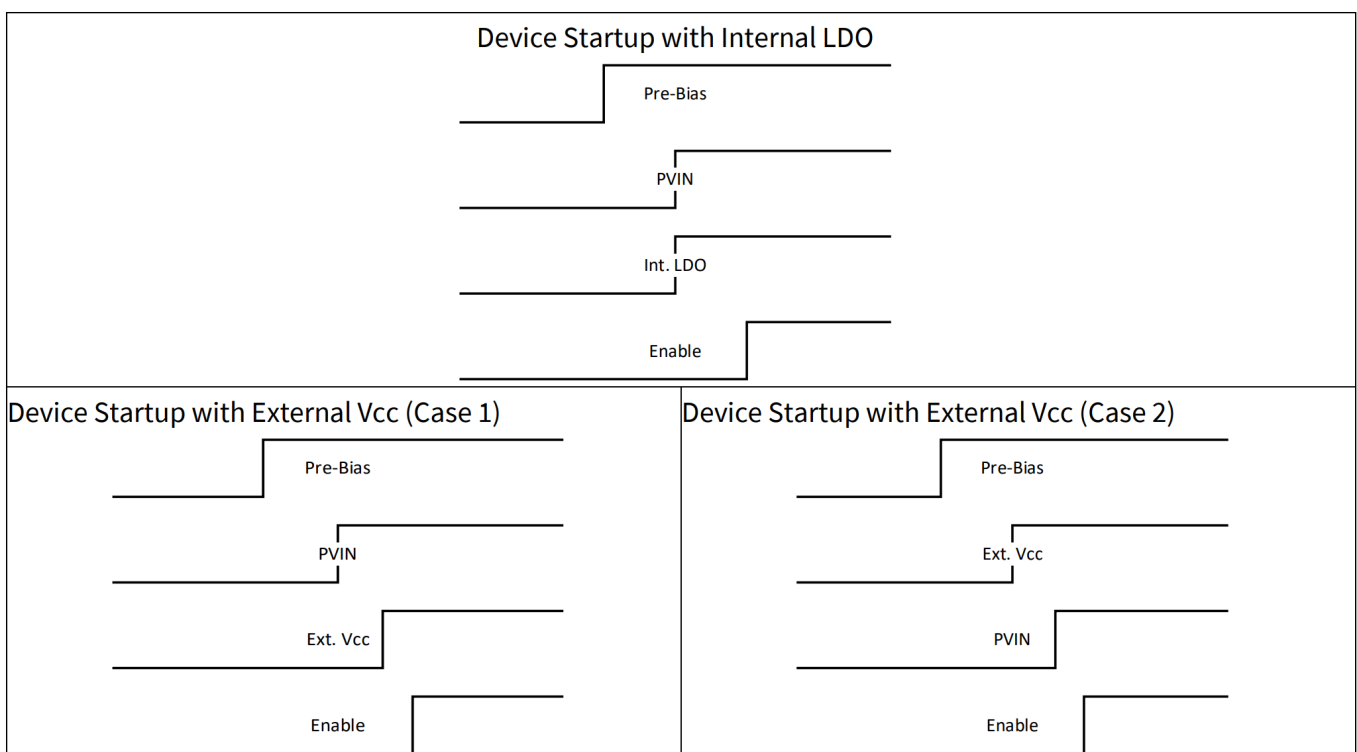

图 15 带预偏压的器件上电序列。
一旦 Vcc 高于 3.6 V 的阈值，TDA38640 即可开始通信。一旦将使能信号拉高，器件即开始开关。根据 Vcc 是由外部提供还是使用内部 LDO，推荐的上电顺序如图 15 所示。
- 启动序列应遵循图 15 所示的顺序。